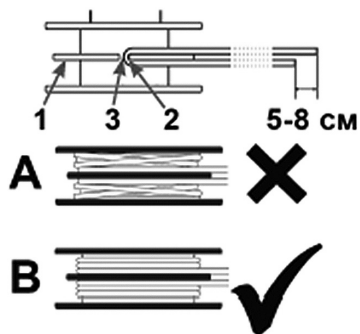

Рис. 11 Намотка корда
5. Правильная намотка корда показана на Рис. 11.